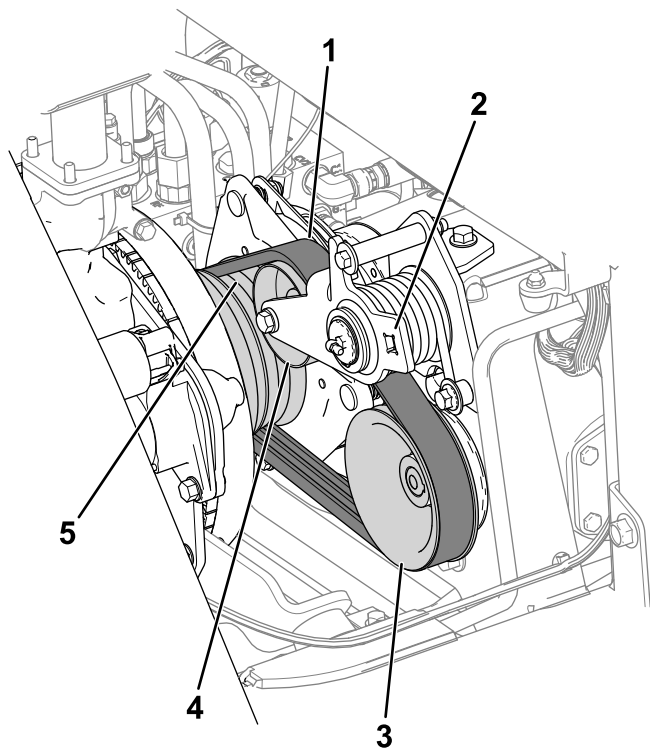

Figura 71
3. Fate passare la cinghia sulla puleggia del motore, la puleggia tendicinghia e la puleggia della pompa (Figura 71).